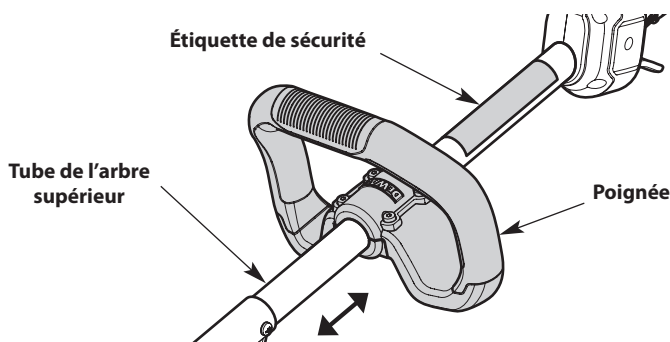

Fig. 5
5. Maintenez l'unité en position d'utilisation. Déplacez le manche vers le haut ou le bas sur le tube supérieur pour trouver une position confortable (Fig. 5). S'assurer que la poignée est placée au-delà de l'extrémité de l'étiquette de sécurité (Fig. 5).
2. Maintenez l'unité en position d'utilisation. Déplacez le manche vers le haut ou le bas sur le tube supérieur pour trouver une position confortable (Fig. 5). S'assurer que la poignée est placée au-delà de l'extrémité de l'étiquette de sécurité (Fig. 5).